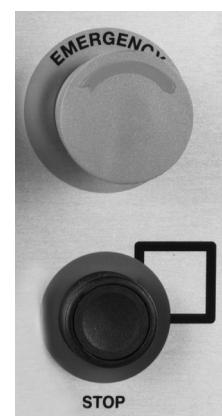

Figure 9-4.
- Lorsque les ingrédients ont été soigneusement mélangés, appuyez sur le bouton STOP pour arrêter pétrin. Voir Fig. 9-4.